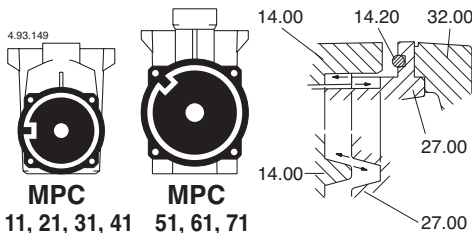

Abb. 6 MontagenuftürZusammenbauPumpengehäuse (14.00) - Diffusordeckel (27.00)
**Bei der Montage vom Motor mit Laufrad sich vergewissern, daß die Nase im Pumpengehäuse (14.00) in der Nut des Diffusor-Deckels (27.00) einrastet (Abb. 6).**